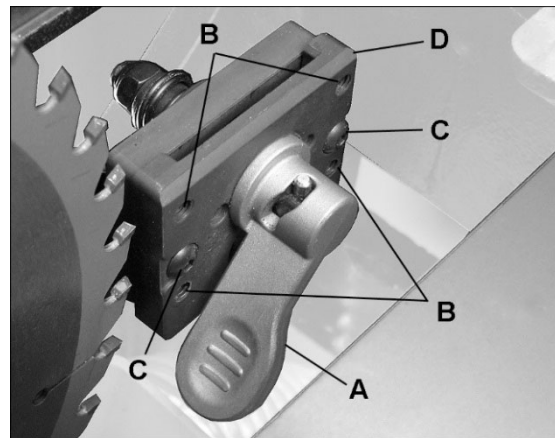

Figura 8-8
3. Tire hacia arriba de la palanca (A, Figura 8-8) y quite el separador, tomando nota del sentido en que necesita moverse el separador para alinearse con la hoja de la sierra.
4. Use una llave hexagonal de 3 mm para efectuar ajustes en cuatro tornillos de presión (B, Figura 8-8). Ajuste cualquiera de los tornillos presión requeridos para alinear el separador con la hoja de la sierra.
5. Reinserte el separador, fije con un palanca de apriete (A) y compruebe la alineación según el paso 2.
8. Use una llave hexagonal de 3 mm para efectuar ajustes en cuatro tornillos de botón (C, Figura 8-8). Esto permitirá que la placa de sujeción (D) se deslice hacia adelante y hacia atrás sobre la base fija.